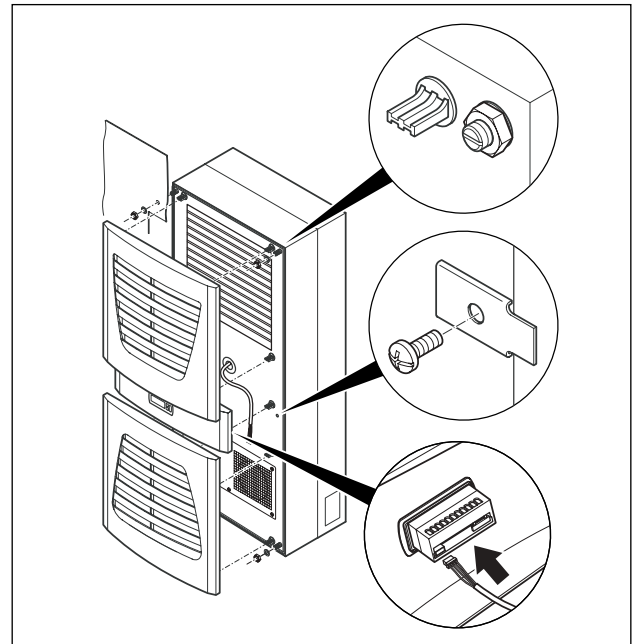

Abb. 17: Kühlgerät befestigen
- Befestigen Sie ggf. das Gerät zusätzlich mit den beiliegenden Befestigungsblechen wie in Abb. 17 gezeigt.